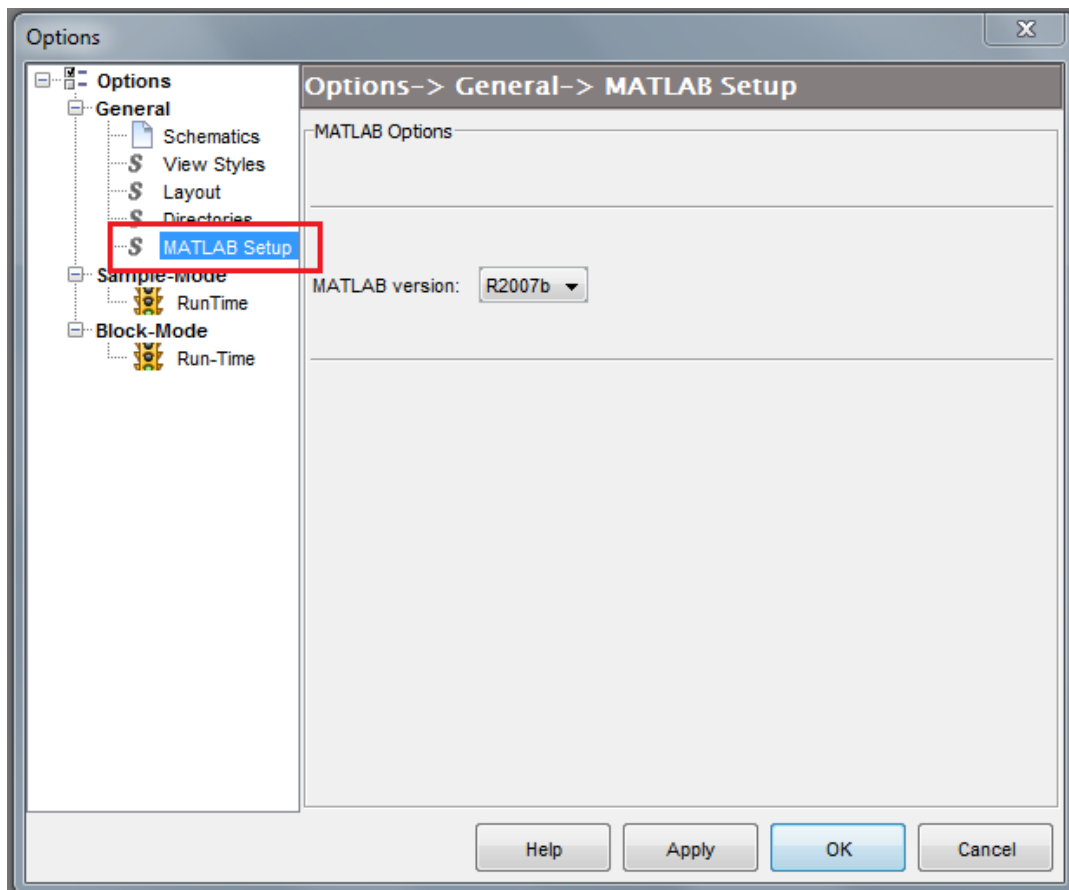

Figura 1. Selección versión de Matlab.
1. OptSim ofrece conexión con diferentes versiones de Matlab, como se puede observar en la figura 1. Primeramente, se debe escoger la versión a utilizar, siendo en este caso 2007, esto se realiza accediendo a la pestaña “opciones-referencias” de la barra de herramientas. La venta que se despliega, contiene un ítem denominado “*Matlab Setup*”, es aquí donde se selecciona lo anteriormente mencionado.